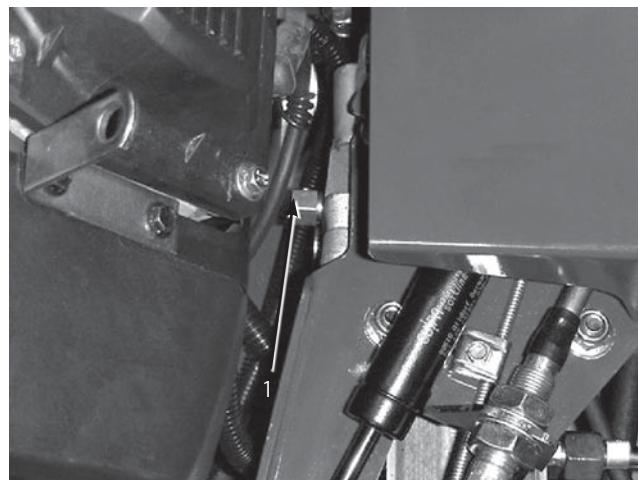

図31
2. レンチ (5/8") を使ってバイパス・バルブ(図31)を左回りに 1 回転させる。これにより油圧オイルがバイパスされて、手引きや手押しによる移動が可能になる。
バイパス・バルブ(図31)を右に 1 回転させてください。